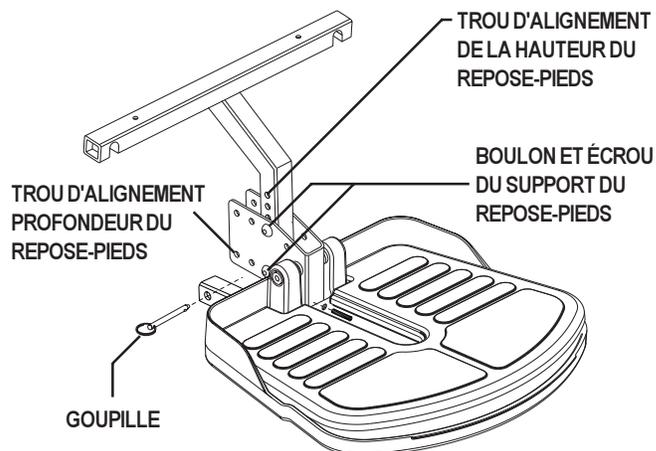

Figure 15. Repose-pieds (capot retiré)
1. Enlevez le boulon et l'écrou qui retiennent le repose-pieds. Voir la figure 15.